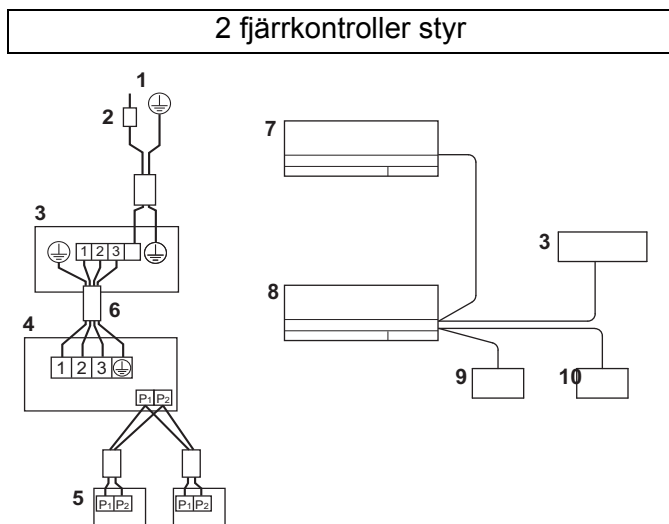

Bild 28
- 2 fjärrkontroller styr: 2 fjärrkontroller styr 1 inomhusaggregat. (Se bild 28)
(Se bild 28 och tabell 4)
- (3) Ta bort kontrollboxens lock (se "5. INSTALLERA INOMHUSENHETEN").
- (4) **Dra kablar mellan fjärrkontroll 2 (sekundär) och terminal (P1, P2) på kopplingsplinten (X1M) för fjärrkontrollen i kontrollboxen. (Ingen polaritet.) (Se bild 28 och tabell 4)**